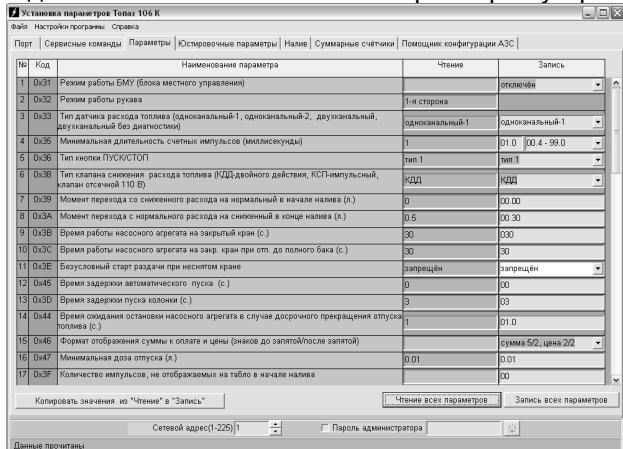

Рисунок 13
8.2.3 На вкладке "Параметры" (рисунок 13) можно просмотреть и при необходимости изменить значения параметров устройства.